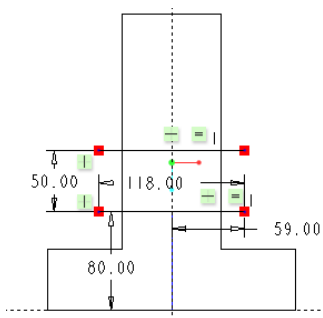

图 1-203 绘制过渡几何截面
(7) 草绘过渡几何截面，该截面必须具有两个开放的直线图元，如图 1-203 所示，然后单击  (确定) 按钮。